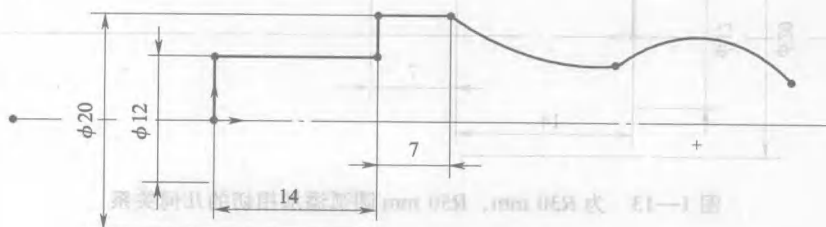

图 1—10 绘制 R30 mm、R50 mm 的圆弧
2. 为两圆弧添加几何关系，单击【尺寸/几何关系】工具栏中的【添加几何关系】按钮，出现【添加几何关系】对话框，如图 1—11 所示。选取两条圆弧，【添加几何关系】对话框中出现【现有几何关系】和【添加几何关系】选项，如图 1—12 所示。选取【相切】，单击按钮，为两圆弧添加了相切的几何关系，如图 1—13 所示。